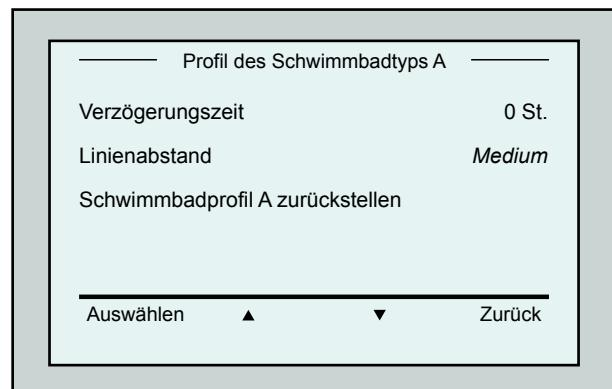

Abbildung 15: Menü Schwimmbadtyp A:
11. Nach Einstellen des Scanmoduses scrollen Sie im *Schwimmbadprofil* – Bildschirm zum nächsten Bildschirm (Abbildung 15).